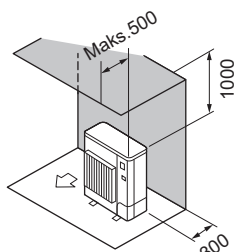

Fig. 2-8
(2) Kun forhindringer bagved og ovenover (Fig. 2-8)